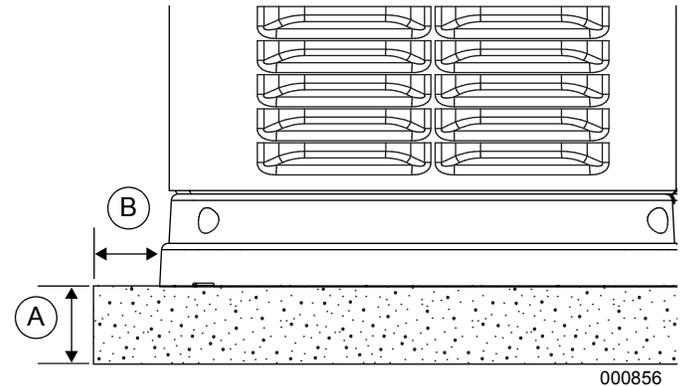

Figure 3-4. Surface d'appui en gravier ou dalle en béton
Voir **Figure 3-4**. Préparer une surface rectangulaire d'environ 5 po (127 mm) de profondeur (A) et d'environ 3 po (76,2 mm) plus longue et plus large (B) que la génératrice sur tous les côtés.